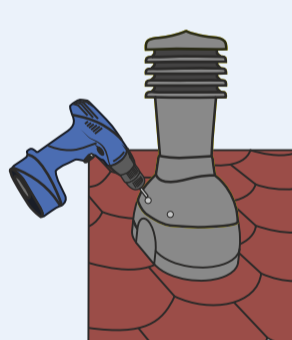

Рис.7
8. Положение трубы фиксируется к проходному элементу цветными саморезами с прокладкой (4 шт), которые прикручиваются с четырех сторон (рис.7).